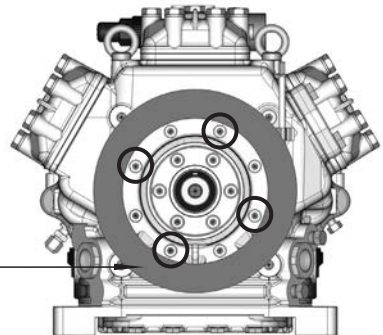

Abb. 8
- Magnetfeld auf den Passsitz aufschieben und wieder mit den vier Zylinderschrauben M8 befestigen (Abb. 8). Schraubenanzugsdrehmoment = 37 Nm.